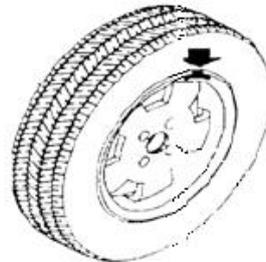

Figure 10-7
9.2.4 Répéter l'opération pour côté droit Fig.10-7.
9.4.5 Répéter l'opération pour côté extérieur Fig.10-7.